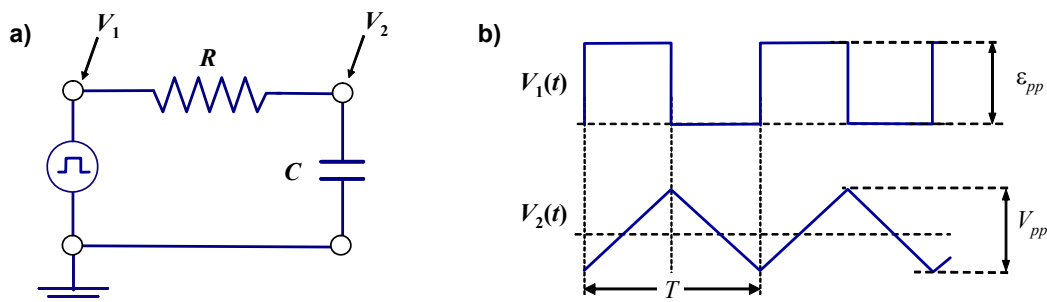

Figura 0.2. (a) Circuito integrador para medir C . (b) Formas de onda observadas no osciloscópio.
a) Método do Circuito Integrador: Este método é bastante rápido. O circuito utilizado, mostrado na Figura 0.2(a), é o assim chamado *circuito integrador RC*. Se C for muito pequena, $C < 10 \text{ nF}$, é essencial utilizar pontas de prova, para evitar que a capacidade do cabo coaxial ($\sim 100 \text{ pF}$ por cada metro) se some a C (a constante de tempo medida será maior que o esperado).
- Ajustar a frequência do gerador (e a escala de tempo do osciloscópio) de modo a observar na saída uma onda perfeitamente triangular, como ilustrado na Figura 0.2(b). Isto garante que o período seja $T \ll \tau$.
- Selecionar no osciloscópio o modo de medição automática (Measure) e escolher as medidas de período no canal 1 (T) e as voltagens pico-a-pico nos canais 1 e 2 (V_{1pp} e V_{2pp}).
- Ajustar a frequência do gerador (e a escala de tempo do osciloscópio) de modo a observar na saída uma onda típica de exponencial decrescente, como ilustrado no quadro da Figura 0.2(b). Abaixar a frequência até garantir que o capacitor descarrega completamente em cada semiciclo (para isto, basta com $T > 10\tau$).